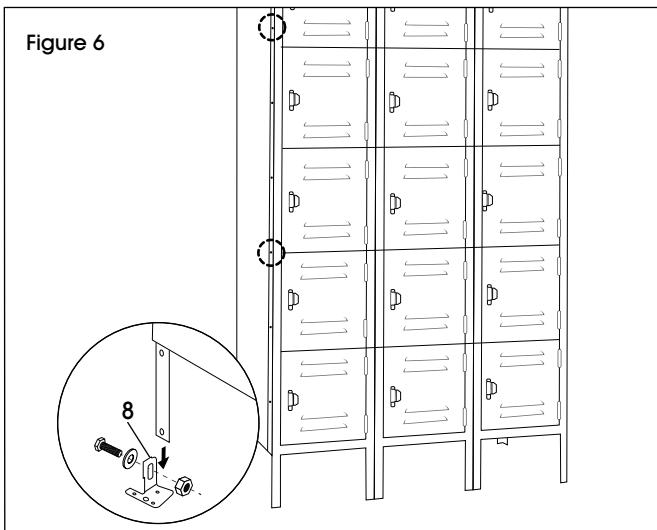

Figure 6
1. Si vous raccordez une unité de trois éléments à une autre unité, installez temporairement un boulon et un écrou dans le troisième et le sixième trou à partir du haut du ou des cadres extérieurs qui seront raccordés au(x) cadre(s) de casier adjacent(s). (Voir Figure 6)
2. Utilisez les pattes de nivellement et quincaillerie (8) fournies pour niveler l'unité et l'arrimer au plancher. (Voir Figure 6)